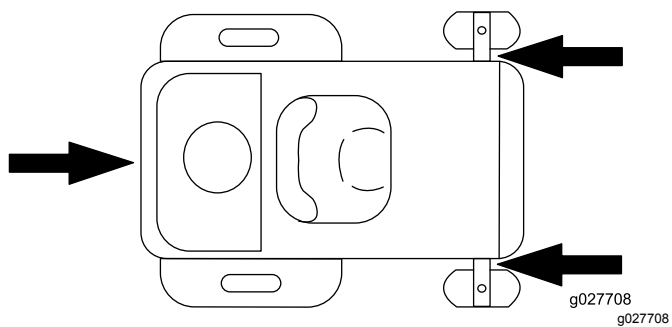

Figure 28
6. Arrimez la machine près des roues pivotantes avant et du pare-chocs arrière à l'aide de sangles, chaînes, câbles ou cordes (Figure 28). Reportez-vous à la réglementation locale concernant les exigences en matière d'arrimage.